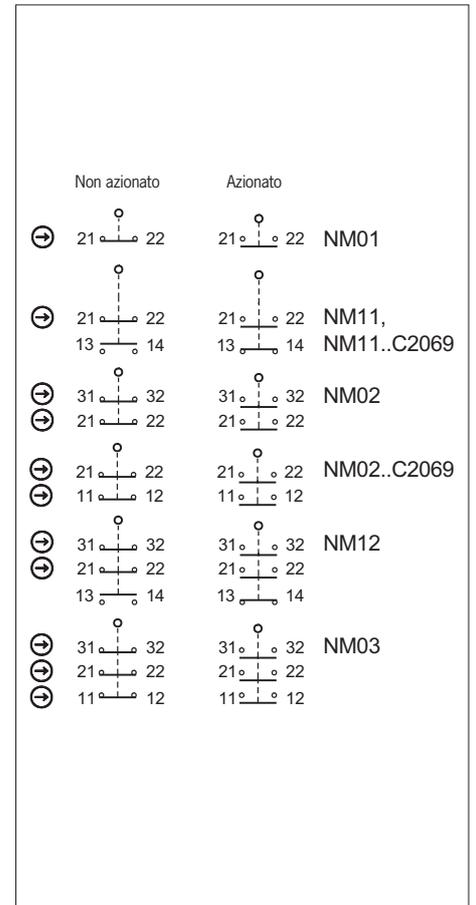

Fig. 7: Microinterruttori e commutazioni
Occorre utilizzare almeno un contatto  $\ominus$ . Questo segnala la posizione del riparo (per la disposizione dei contatti vedere Fig. 7).
3. Collegare e serrare i morsetti con una coppia di 0,5 Nm (per la disposizione dei contatti vedere Fig. 7).